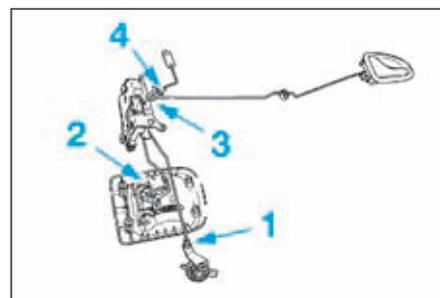

FIG.90
- Déposer les tringles (Fig.90) :
- de la poignée de porte (1).
- du barillet (2).
- de la poignée extérieure (3).
- du témoin de condamnation (4).